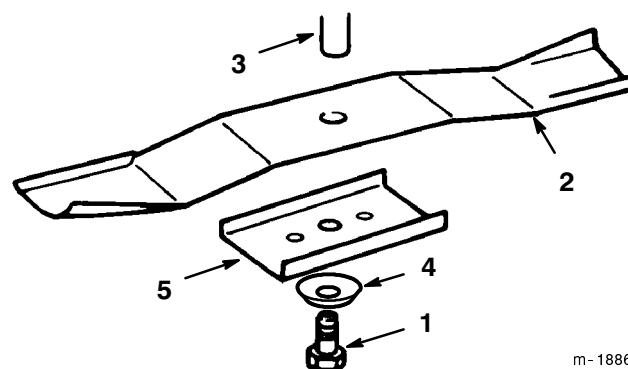

Abbildung 36
3. Schraube (16 mm (5/8") -Schlüssel), Spannscheibe und Schnittmesser entfernen (Abb. 36). Zwischen Schnittmesser und Mähwerk kann ein Holzklotz gekeilt werden, um das Schnittmesser beim Entfernen der Schraube zu blockieren.
1. Schnitmesser, Schnitmesserhalter, Spannscheibe (Schalenseite zum Messer) und Schnittemesserschraube anbringen (Abb. 36).